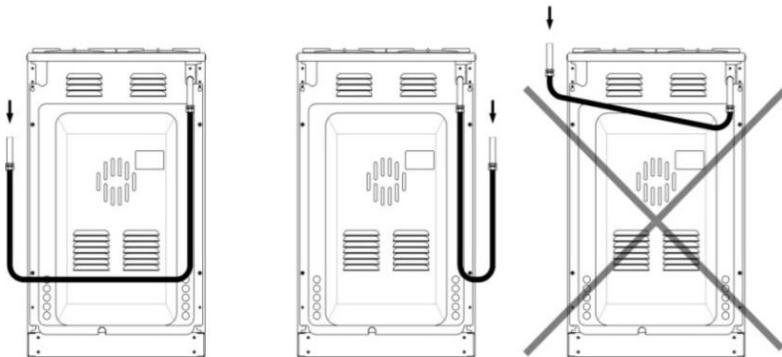

Рис. 2 Положение присоединительного шланга
- гибкий присоединительный шланг не должен проходить в зоне горячего воздуха дымохода и касаться задней стенки плиты (Рис.2);
Внимание! После установки плиты на место обязательно проверьте положение гибкого шланга подвода газа и шнура питания(Рис.2)